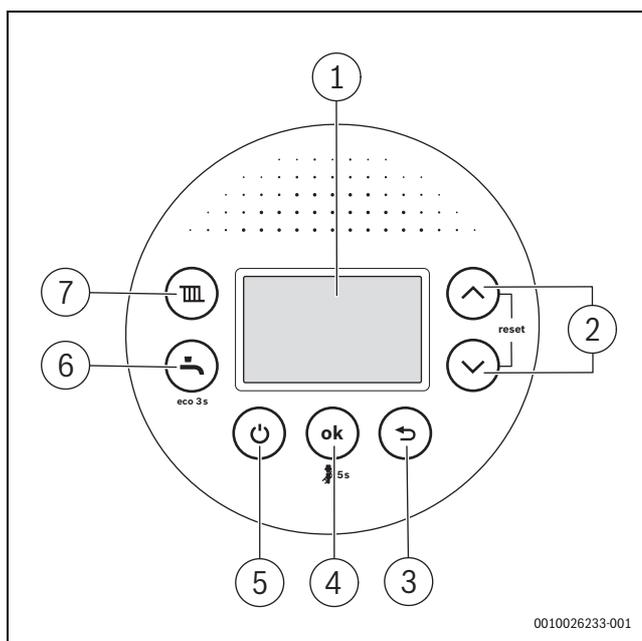

Bild 164 Bedienfeldübersicht
Nach der Inbetriebnahme schaltet die Taste (→ Bild 164, [5]) gleichzeitig Heizung und Warmwasserbereitung ein oder aus, ohne die Spannungsversorgung zu unterbrechen.
- ▶ Im normalen Betrieb Gerät mit der Taste (→ Bild 164, [5]) ausschalten. Das Gerät befindet sich in Standby-Betrieb